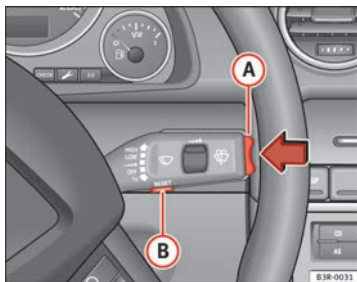

Abb. 60 Scheibenwischerhebel: Bedienelemente des Bordcomputers
Durch Drücken der Reset-Taste **(B)**  $\Rightarrow$  Abb. 60 kann zwischen den Funktionen 1 und 2 des Bordcomputers umgeschaltet werden.
Durch kurzes Drücken des Funktionswahlschalters oder der **Reset**-Taste ⇒ **Abb. 60** können Sie den Fahrzeitalarm abstellen.
- Drücken Sie oben oder unten auf den Funktionswahlschalter **A** ⇒ Abb. 60. Dadurch werden die Funktionen des Bordcomputers in den jeweiligen Speicherebenen nacheinander angezeigt.